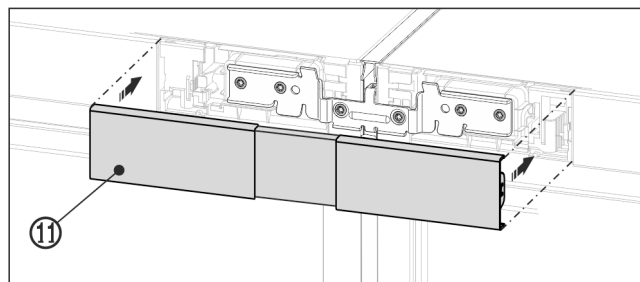

Fig. 23 Príklad zobrazenia
- ▶ Horný kryt Fig. 23 (11) priklopnite na ešte otvorený medzi-priestor oboch záslepiek ovládacej časti. Dbajte pri tom na to, aby vonkajšie strany krytu licovali so záslepkami ovládacej časti.